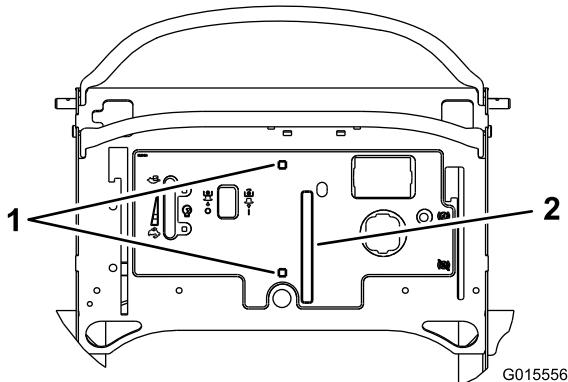

Figura 9
- Usando la columna como guía, corte una ranura en la pegatina para la palanca de control de la velocidad, y corte los taladros cuadrados para los pernos de cuello cuadrado (Figura 9).